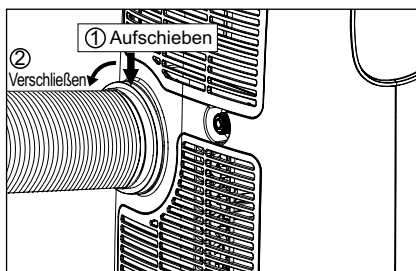

Abb. 4
3. Verbindungsstück B in das Gerät einbauen (Abb. 4).